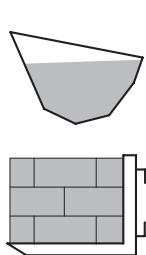

Fig. 1
- El nivel máximo de carga del implemento no puede superar la pared más baja en el caso del granel, ni la altura de la placa posterior en el caso de las cargas unitarias (consulte la fig. 1).